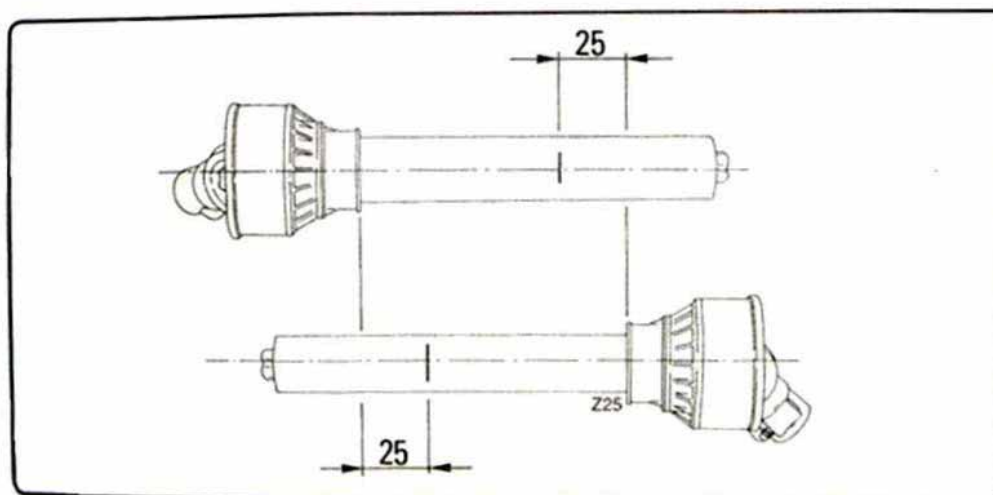

fig. 4.3.1
- Markieren Sie die Stelle, an der die beiden Hälften gekürzt werden müssen, mit einem Abstand von 25 mm vom Ende jeder Hälfte, wie in Abb. 4.3.1 dargestellt.